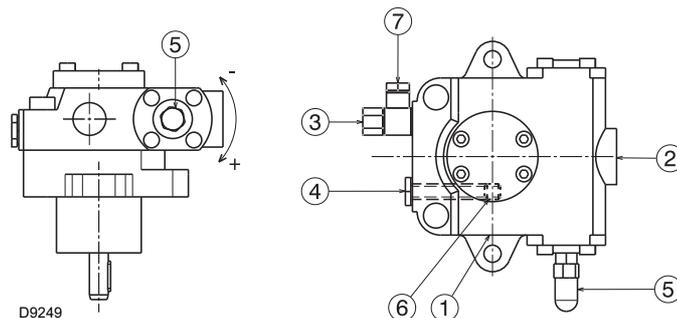

Fig. 23
Elles sont installées sur le brûleur avec le bypass fermé par la vis 6 (Fig. 23).
- Pour que la pompe (Fig. 23) puisse s'auto-amorcer, il est indispensable de desserrer la vis 4) afin de purger l'air contenu dans le tuyau d'aspiration.
**Légende (Fig. 23)**
L'opération indiquée ci-dessus est possible parce que la pompe sort d'usine pleine de combustible. Si la pompe a été vidée, la remplir de combustible par le bouchon du vacuomètre 4) (Fig. 23) avant de la mettre en marche pour éviter des grippages.